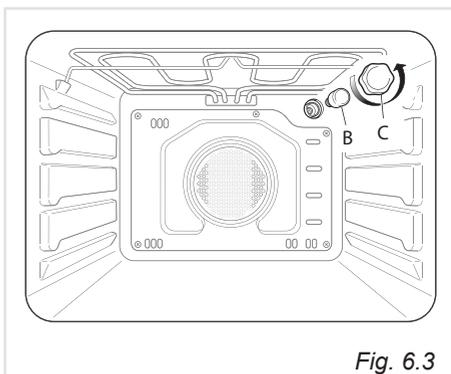

Fig. 6.3
- Svitare la calotta protettiva "C" (fig. 6.3);